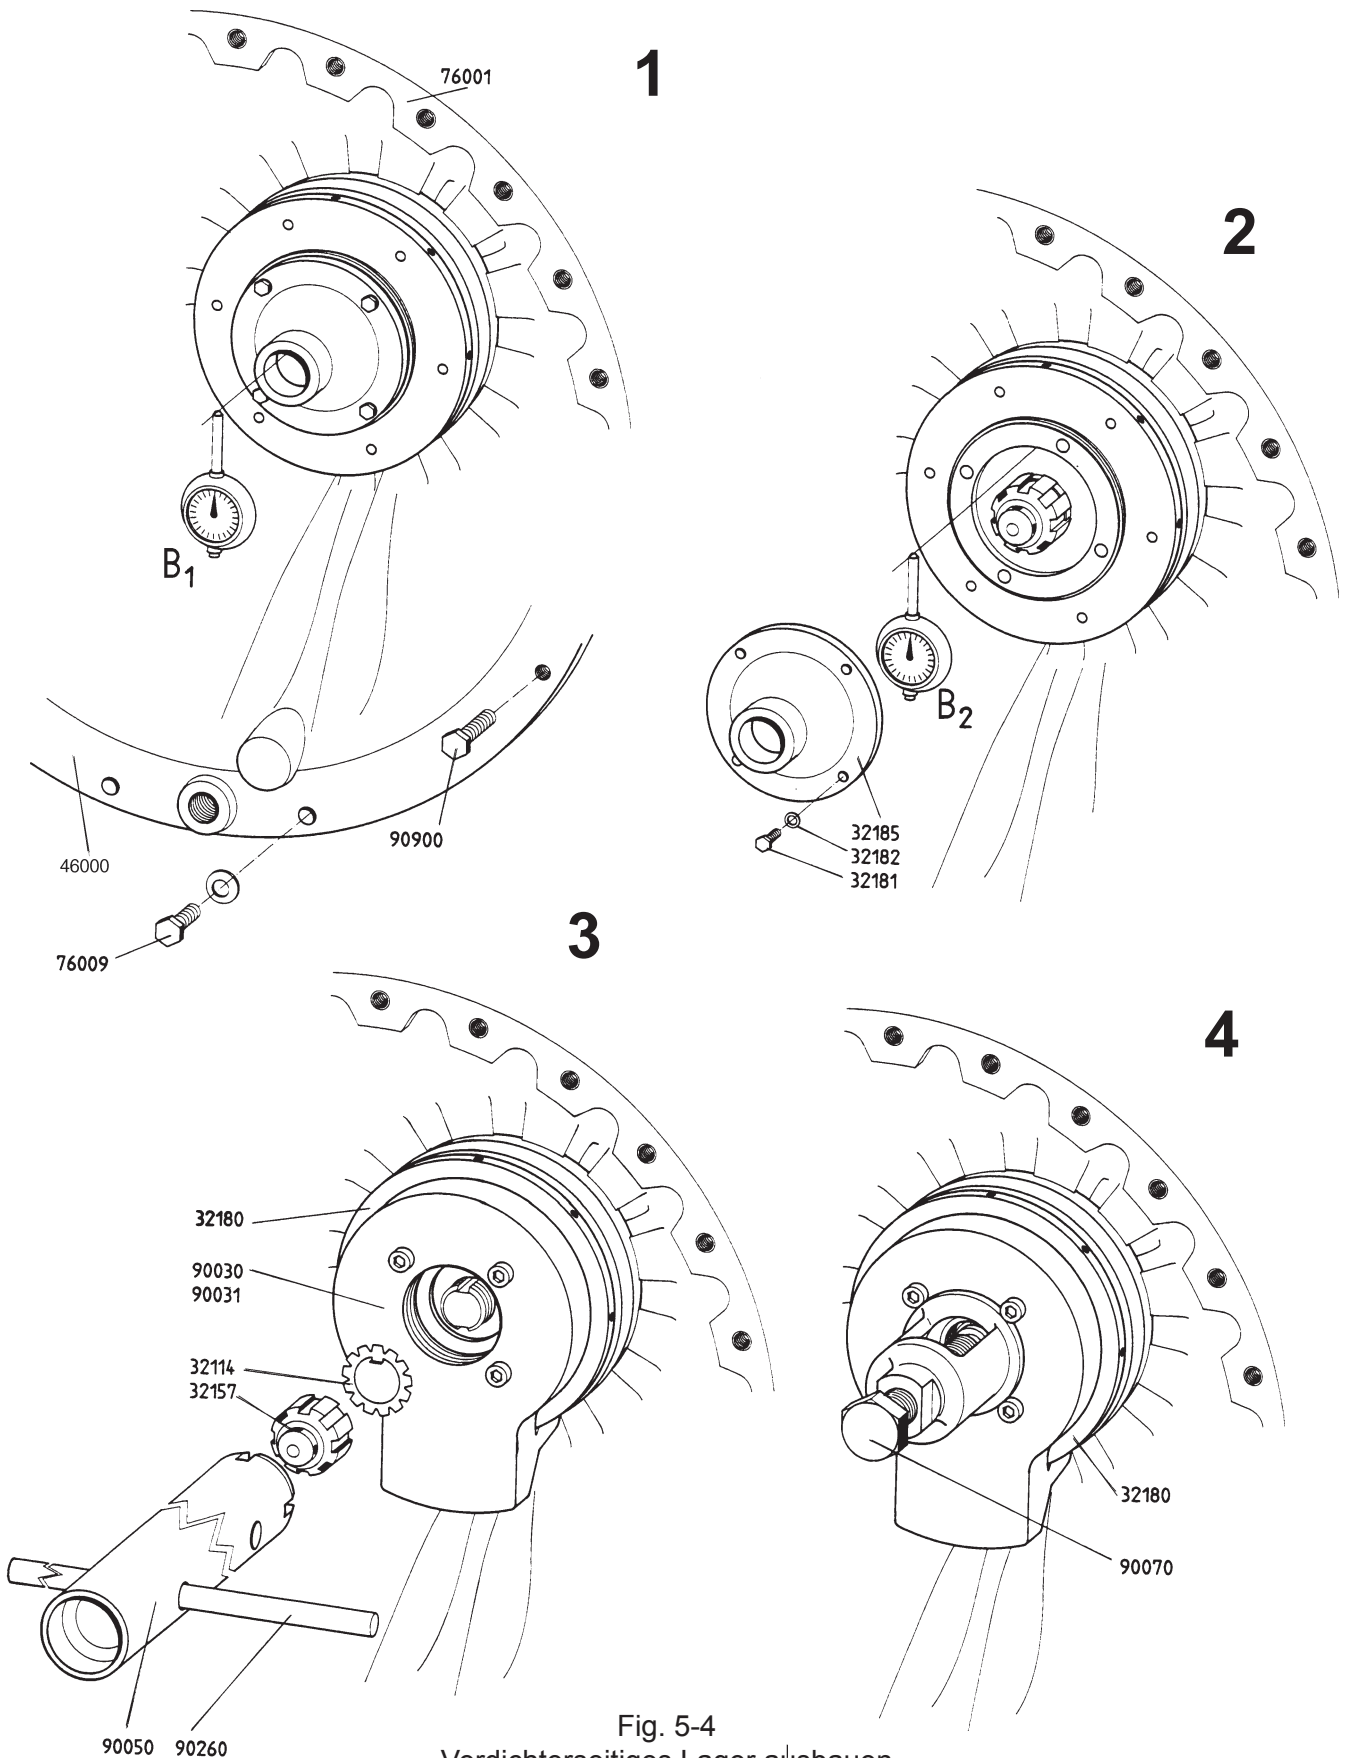

Fig. 5-4
- 6kt-Schrauben (76009) entfernen (s. Fig. 5-4/1).
- Lagerraumdeckel (46000) mit Abdrückschrauben (90900) vom Lufteintrittsgehäuse (76001) lösen und entfernen (s. Fig. 5-4/1).
- Zyl-Schrauben (32181) und Federringe (32182) entfernen und Nippel (32185) abziehen (s. Fig. 5-4/2).